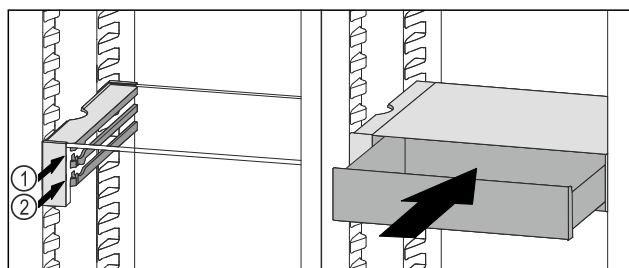

Fig. 133
- ▶ 将 VarioSafe 抽屉放置在所需肋梁 Fig. 133 (1) 或 Fig. 133 (2) 上的止动器后面。